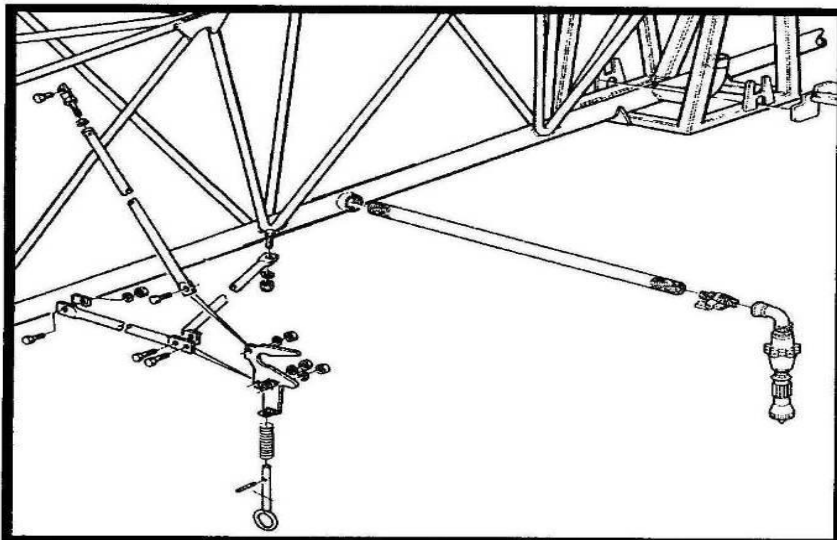

Abb.8
Damit die Beregnungsmaschine besser sichtbar ist, kann der Ausleger um 90° gedreht werden. Stellen Sie sicher, dass die Miniausleger (Seite 8, Abb. 8) zum Traktor gerichtet sind. Prüfen Sie, dass die Beregnungsmaschine auf Abwickeln eingestellt ist und ziehen Sie den Ausleger zum Feldende. Vor dem Abhängen der Deichsel darf keine Lenksperre eingesetzt werden. Die Räder müssen gerade ausgerichtet bleiben. Dieses ist für die Lenkgenauigkeit wichtig.
Beachten Sie die Stellung des Miniauslegers (Abb. 8), der nach hinten gerichtet sein muss.
- 7: Die Mini-Ausleger wie abgebildet ausklappen (Seite 9, Abb. 8).
- 2: Klappen Sie die Mini-Ausleger ein (Seite 9, Abb. 8).